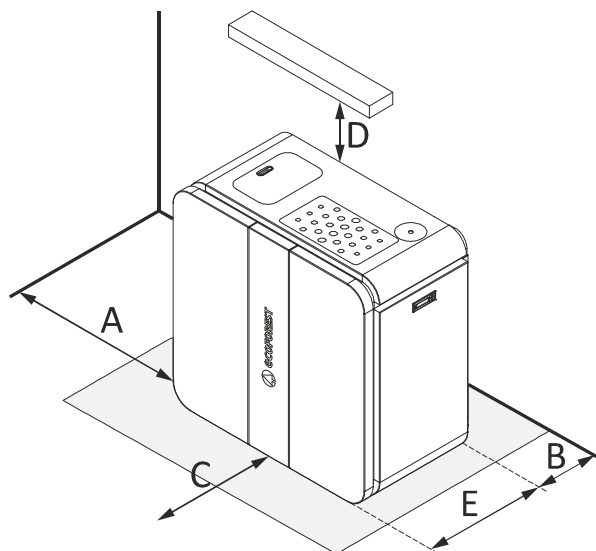

Figura 2
- 4.19.** Confirme os espaços entre a caldeira, o combustível e qualquer tipo de material inflamável, confirme na *figura 2*.